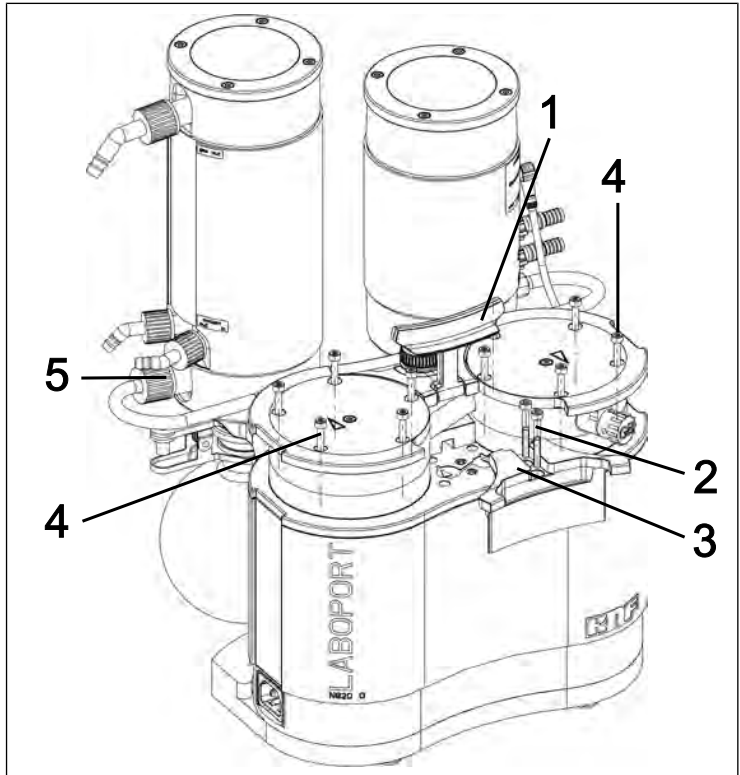
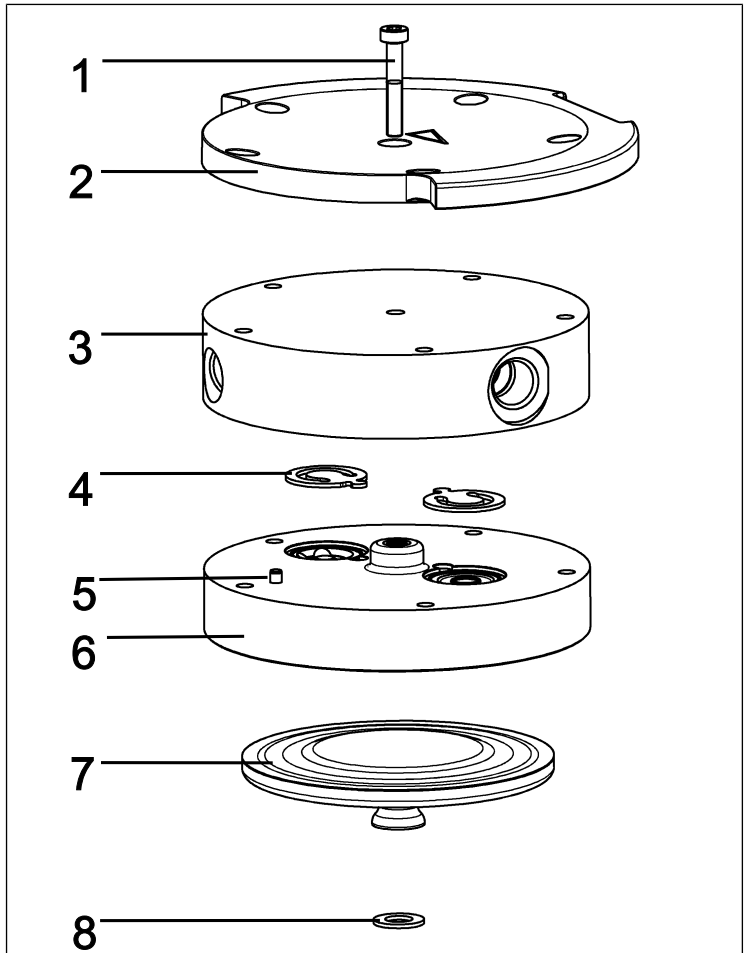

Abb.25: Griffblende abmontieren
Abb.26: Pumpenkopf (dargestellte Pumpe N820)
4. Lösen Sie die Überwurfmutter der Schlauchverbindung (**5**/ Abb. 25) von der Vakuumsystemkomponente.
5. Stellen Sie den Griff (**1**/Abb. 25) in eine senkrechte Position.
6. Lösen Sie die beiden Schrauben (**2**/Abb. 25) der Griffblende (**3**/Abb. 25).
7. Entfernen Sie die Griffblende (**3**/Abb. 25).
8. Lösen Sie die 10 außenliegenden Kopfschrauben (**4**/Abb. 25) an beiden Pumpenköpfen.
9. Entnehmen Sie die 10 außenliegenden Kopfschrauben (4/ Abb. 25) aus den beiden Pumpenköpfen.
**i** Die beiden innenliegenden Kopfschrauben (1/Abb. 26) bleiben dabei zunächst noch fest angezogen.
**i** Die folgenden Positionsnummern beziehen sich auf Abb. 26, falls nicht anders angegeben.
1. Markieren Sie Druckplatte (2), Kopfdeckel (3) und Zwischenplatte (6) mit einem durchgehenden Bleistiftstrich. Dadurch wird verhindert, dass die Teile später falsch montiert werden.
2. Entnehmen Sie die außenliegenden Schrauben (4/Abb. 25) von den Pumpenköpfen.
9. Setzen Sie die 10 außenliegenden Schrauben (4/Abb. 25) in den Pumpenkopf ein und ziehen Sie diese über Kreuz an (Anzugsdrehmoment: SC820G: 4 Nm; SC840G: 5 Nm)
**i** Sollten die außenliegenden Schrauben (4/Abb. 25) sich nicht in den Pumpenkopf einsetzen lassen, lösen Sie die innenliegende Kopschraube (1) und prüfen Sie den Sitz des Kopfdeckels (3) auf der Zwischenplatte (6).
11. Ziehen Sie die Überwurfmutter der Schlauchverbindung (5/Abb. 25) am Hochleistungskondensator (2/Abb. 3) handfest an.
1. Montieren Sie die Griffblende (**3**/Abb. 25).
2. Ziehen Sie die Schrauben (**2**/Abb. 25) der Griffblende (**3**/Abb. 25) an (Anziehmoment: 2 Nm).